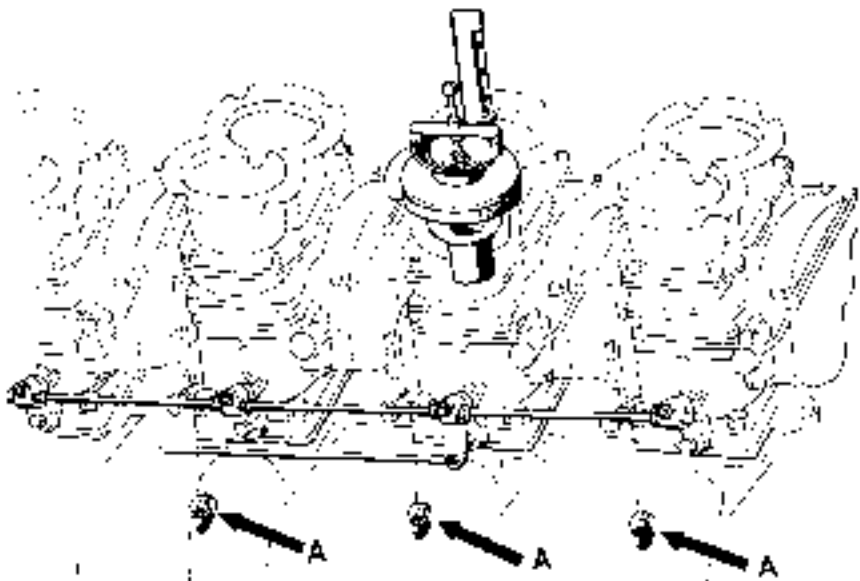

Fig. 29
- 1) Sostituire i tappi (N. 8) filettati (A, Fig. 29) con i raccordi dei vuotometri.
- 1) Remplacer les bouchons (N. 8) filetés (A, Fig. 29) par les raccords des vuotmètres en reliant les condu-
- 1) Replace the threaded caps (N. 8) (A, Fig. 29) with the vacuum gauge union; connect the right ducts to the
- 1) Die Gewindestopfen (8) (A. Abb. 29) durch die Verbindungen des Unter-
- e) Sostituire i raccordi dei vuotometri con i tappi filettati (A, Fig. 29) e rimontare il filtro aria.
- e) Remplacer les raccords des vuotmètres par les bouchons filetés (A, Fig. 29) et remonter le filtre à air.
- e) Die Verbindungen der Unterdruckmesser durch die Gewindestopfen (A, Abb. 29) erneuern und Luftfilter wieder einbauen.